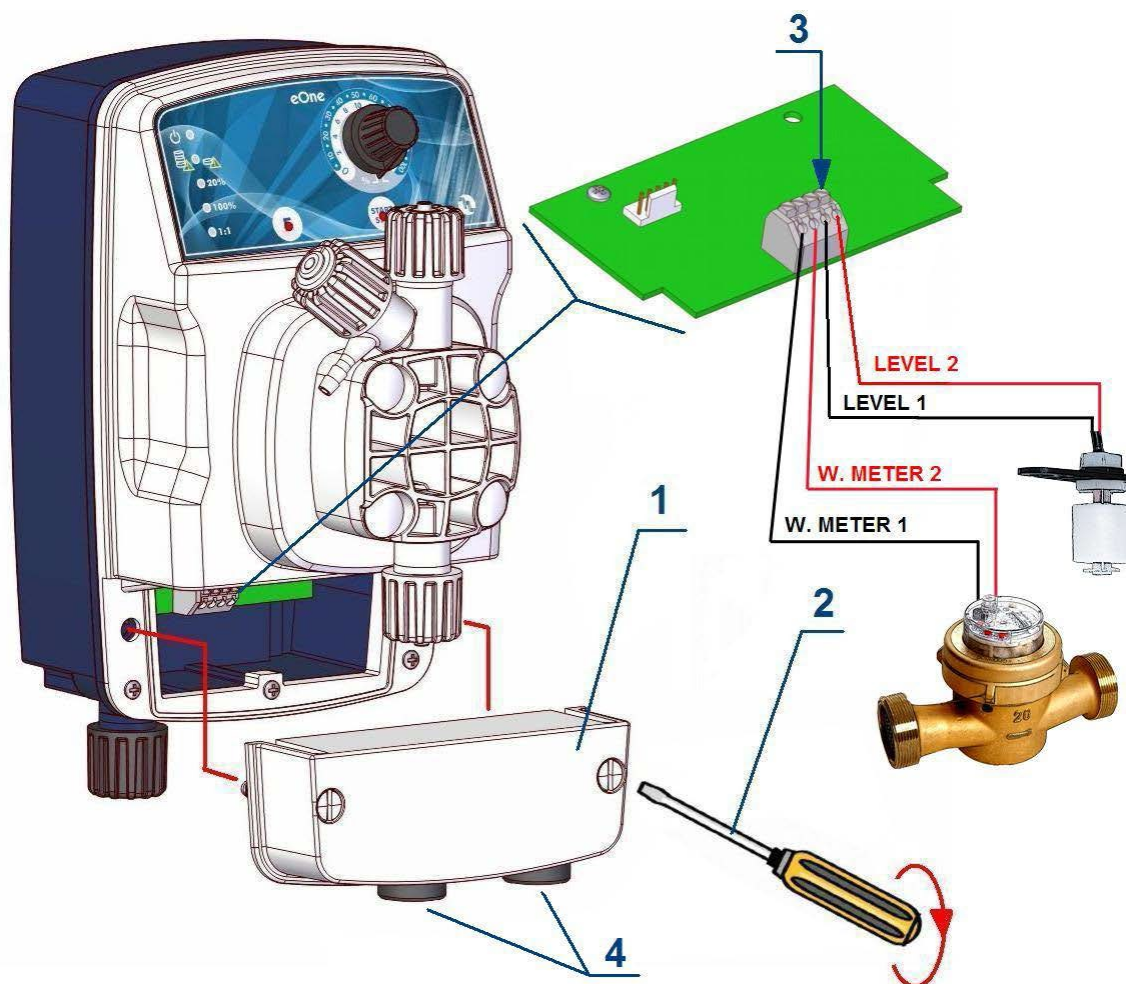

Рис. 9
Для подсоединения данных аксессуаров снимите крышку клеммной колодки (1) Рис. 9, действуя с помощью отвертки (2) с прямым шлицем (ширина шлица – не менее 5 мм.) открутив фиксирующие винты.